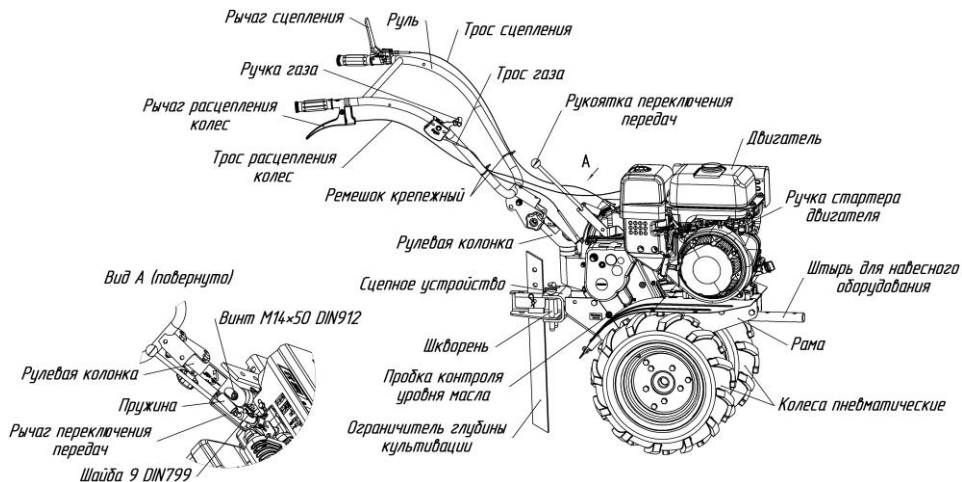

Рис.1. Общий вид мотоблока (вид справа)
МБ23 (рис.1, 2, 3, 4) – это одноосный универсальный силовой агрегат, предназначенный для работы как с устройствами, входящими в штатную комплектацию, так и с различными сменными орудиями, и состоящий из:
Рукоятка переключения передач (рис.1, 5, 12) расположена на редукторе и выведена в сторону оператора.
Ручка газа (рис.1, 2, 3, 6) – расположена на правой рукоятке руля, предназначена для управления положением дроссельной заслонки двигателя и его остановки.
Рычаг сцепления (рис.1, 2, 3, 7) – расположена на левой рукоятке руля, предназначена для включения/выключения сцепления.
Рычаг расцепления колес (рис.1, 2, 3, 8) – расположен на правой рукоятке руля, предназначен для отключения привода левого колеса.
- остановить мотоблок, отпустив рычаг сцепления (рис.1, 2);
- нажать на рычаг расцепления колес (рис.1, 2);